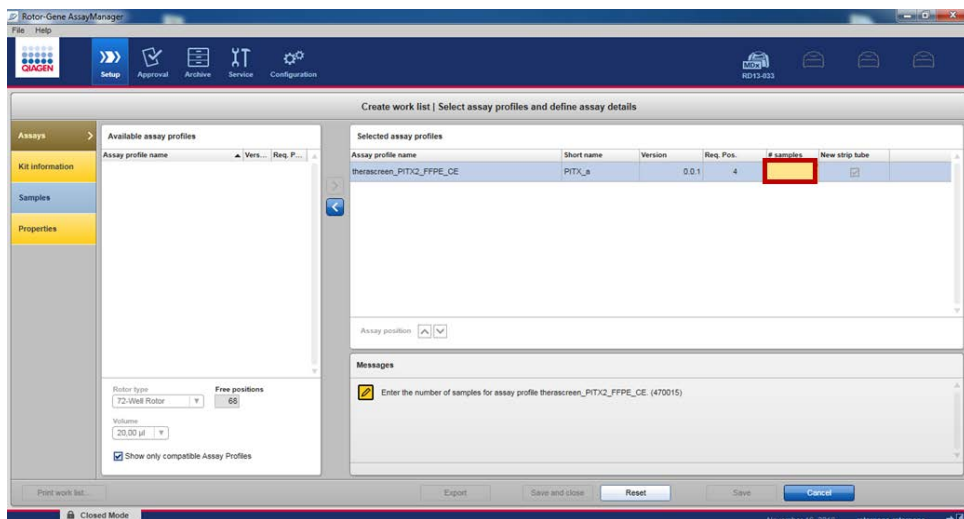

Figura 9. Inserimento del numero di campioni.
20. Nella scheda "Assays" (Dosaggi), compilare i campi evidenziati in giallo "# samples" (Numero di campioni) (fino a 8) secondo la propria configurazione della piastra (Figura 9).